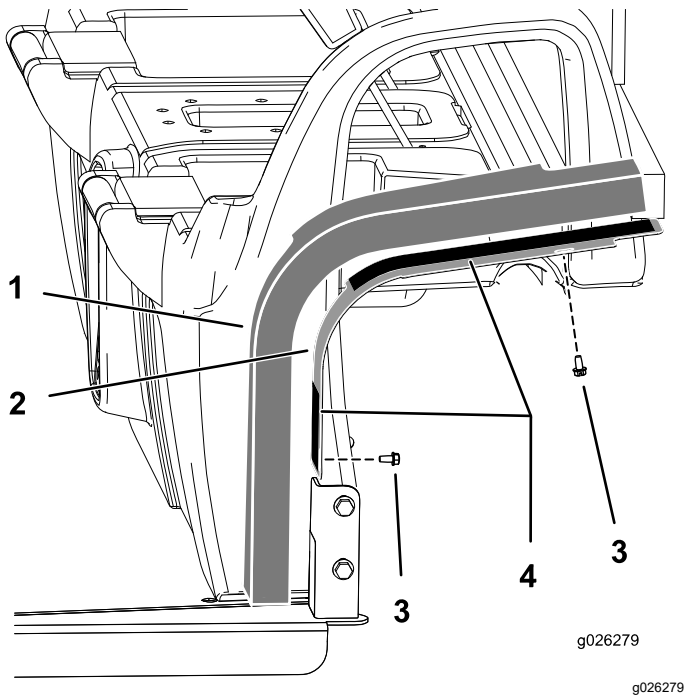

Figure 7
1. Fixez les plaques de montage sur la cabine à l'aide de 4 boulons (1/4 po), comme montré à la Figure 7.
3. Retirez la pellicule protectrice du ruban adhésif double face sous les plaques de montage (Figure 7).
4. Montez les panneaux en mousse sur l'ensemble (Figure 7).